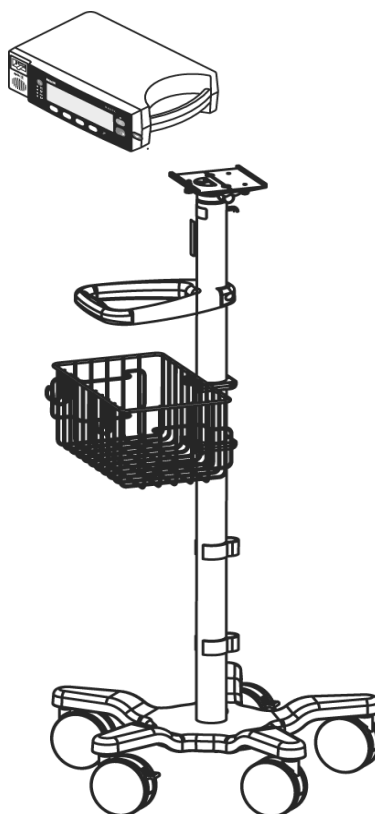

Figure 9 : Support GCX sur roues
- Support GCX sur roues. Voir Figure 9 à la page 128.
Le support GCX sur roues se fixe sur la plaque de montage GCX du N-600x comme illustré sur la Figure 9. Pour de plus amples instructions relatives à la connexion du support GCX sur roues, se reporter au mode d'emploi illustré fourni avec le support GCX sur roues.